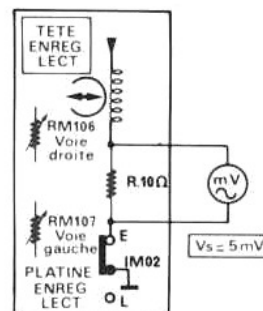

Fig. 7
D. REGLAGE DU COURANT DE PREMAGNETISATION (Fig. 7)